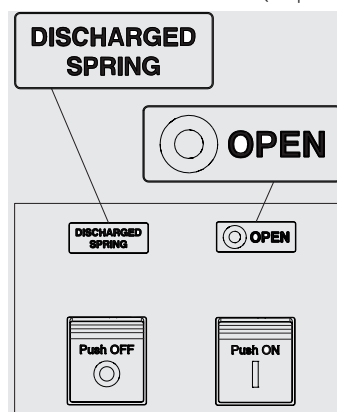

Figura 25
1. Interruttore aperto con molle scariche (vedi Figura 25).